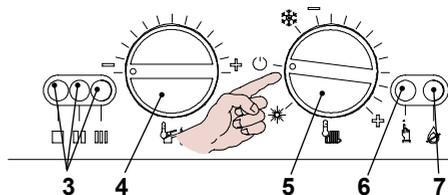
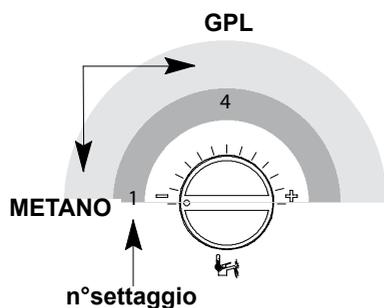

Figura 8.5
Figura 8.8
- Posizionare il selettore 5 come in Figura 8.5; la lampada di segnalazione 3 lampeggia ad intermittenza circa ogni 4 secondi.
- Tenere premuto il pulsante di ripristino 6 in Figura 8.5 per circa 10 secondi, la lampada di blocco 7 inizierà a lampeggiare.
Per visualizzare il settaggio impostato tenere premuto il pulsante di ripristino 6 per circa 5 secondi. Le spie di segnalazione 3 lampeggeranno un numero di volte pari al settaggio (Figura 8.8).
- Per cambiare il settaggio ruotare la manopola regolazione temperatura sanitari 4 in Figura 8.5 e posizionarla per il tipo di gas prescelto Figura 8.8 (nella figura es. manopola settata per gas Metano), la lampada di segnalazione blocco 7 lampeggia velocemente.
- Per memorizzare il settaggio premere il pulsante di ripristino 6 in Figura 8.5 per circa 5 secondi, le spie di segnalazione 3 lampeggiano tutte quante simultaneamente come in Figura 8.10 (legenda spie Figura 8.4)